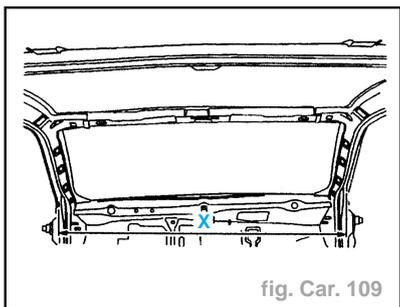

fig. Car. 109
- Contrôler le jeu **X = 1478 ± 1 mm** (fig. Car. 109).